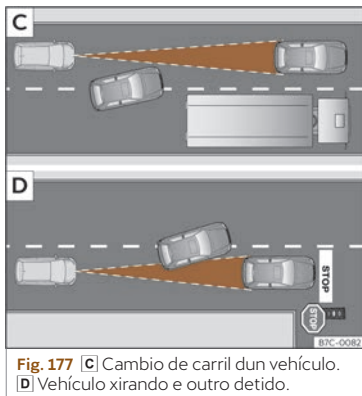

Fig. 177 [C] Cambio de carril dun vehículo.
- Vehículos que cambien ao carril polo que vostede circula a pouca distancia do seu vehículo >>> **fig. 177** [C].
O ACC pode non reaccionar ante vehículos parados. Se por exemplo, un vehículo detectado polo ACC xira ou se afasta e diante do mesmo atópase un vehículo parado, o ACC non reaccionará ante este >>> **fig. 177** [D].